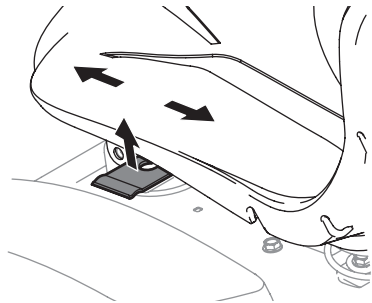

Figura 13
3. Suelte la palanca de ajuste. Asegúrese de que el asiento esté fijo en su posición antes de utilizar el tractor (Figura 13).